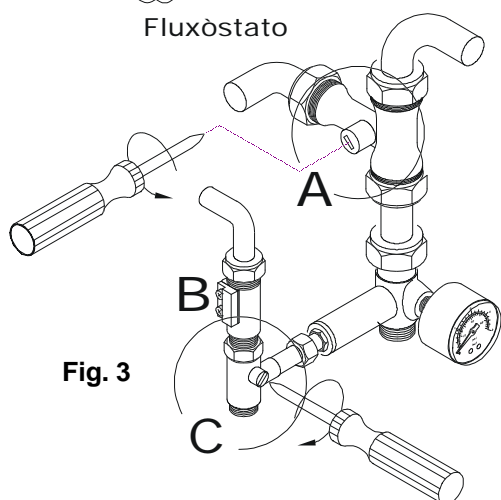

Fig. 3
En la conexión del fluxostato a la entrada del agua fría de la caldera se ha predispuesto un limitador de caudal regulable mediante el tornillo correspondiente (véase fig. 3, ref. C), girando el cual se puede obtener el caudal del agua sanitaria en base a la potencialidad de la caldera.
Dispositivo de precedencia de agua sanitaria montado en las calderas con producción instantánea de agua sanitaria (véase fig.2 y ref.B-fig.3). Permite la conversión a la fase sanitaria con una demanda mínima de 2 L/min. de agua sanitaria, explotando un principio electromagnético con conmutación eléctrica mediante relé. El material plástico ZYTEL 101L es homologado, con características atóxicas y no es atacable por la dureza del agua. Además, antes del fluxostato y a la entrada del agua fría ha sido montado un filtro para eliminar las impurezas del agua. Estas características permiten al fluxostato un alto grado de funcionamiento.
- Para la regulación del bypass proceder de la siguiente manera (véase fig. 3, ref. A): Colocar un destornillador sobre el tornillo de plástico del bypass, teniendo en cuenta que la ranura del tornillo situada en posición horizontal corresponde a la apertura total del bypass y por consiguiente al paso completo del agua, mientras que en posición vertical corresponde al cierre total. Para abrir el paso de modo parcial, servirse del tornillo de regulación.